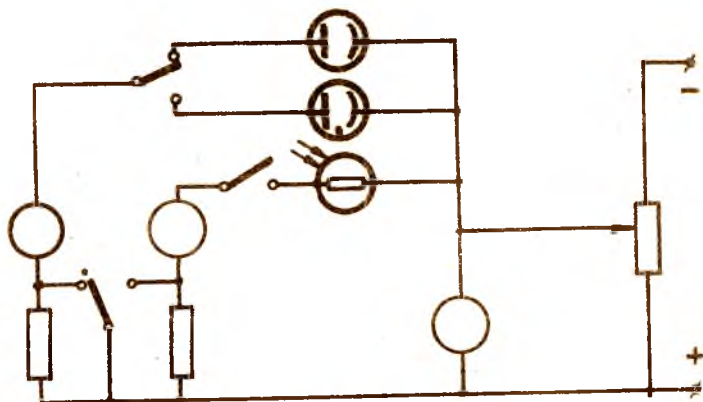
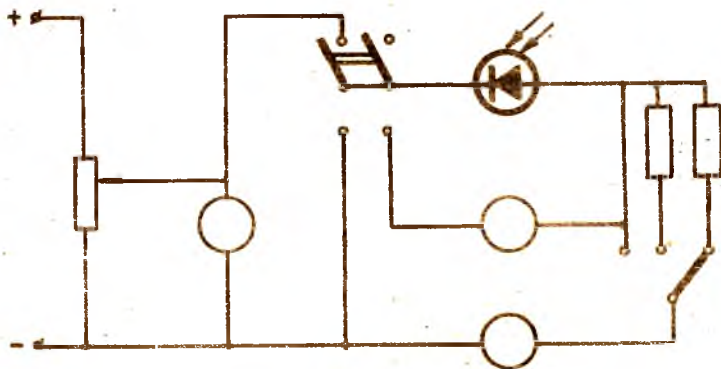

Рис. 6
Рис. 7
Для исследования анодных, **вольтамперных**, световых и спектральных характеристик фотоэлементов и фотосопротивления используется схема, изображенная на рис.6, а для исследования фотодиода - схема на рис.7. Питание осуществляется от источников постоянного напряжения, потенциалы регулируются с помощью потенциометров. Переключатель  $П_1$  и ключ  $К$  на рис.6 поочередно подключают фотоэлектрические приборы к источнику питания.
6. Снять световые характеристики фотодиода в вентильном режиме  $I = f(\Phi)$  при различных сопротивлениях нагрузки  $R_H$  (переключатель  $\Pi_1$  рис.7 должен быть в положении 2).